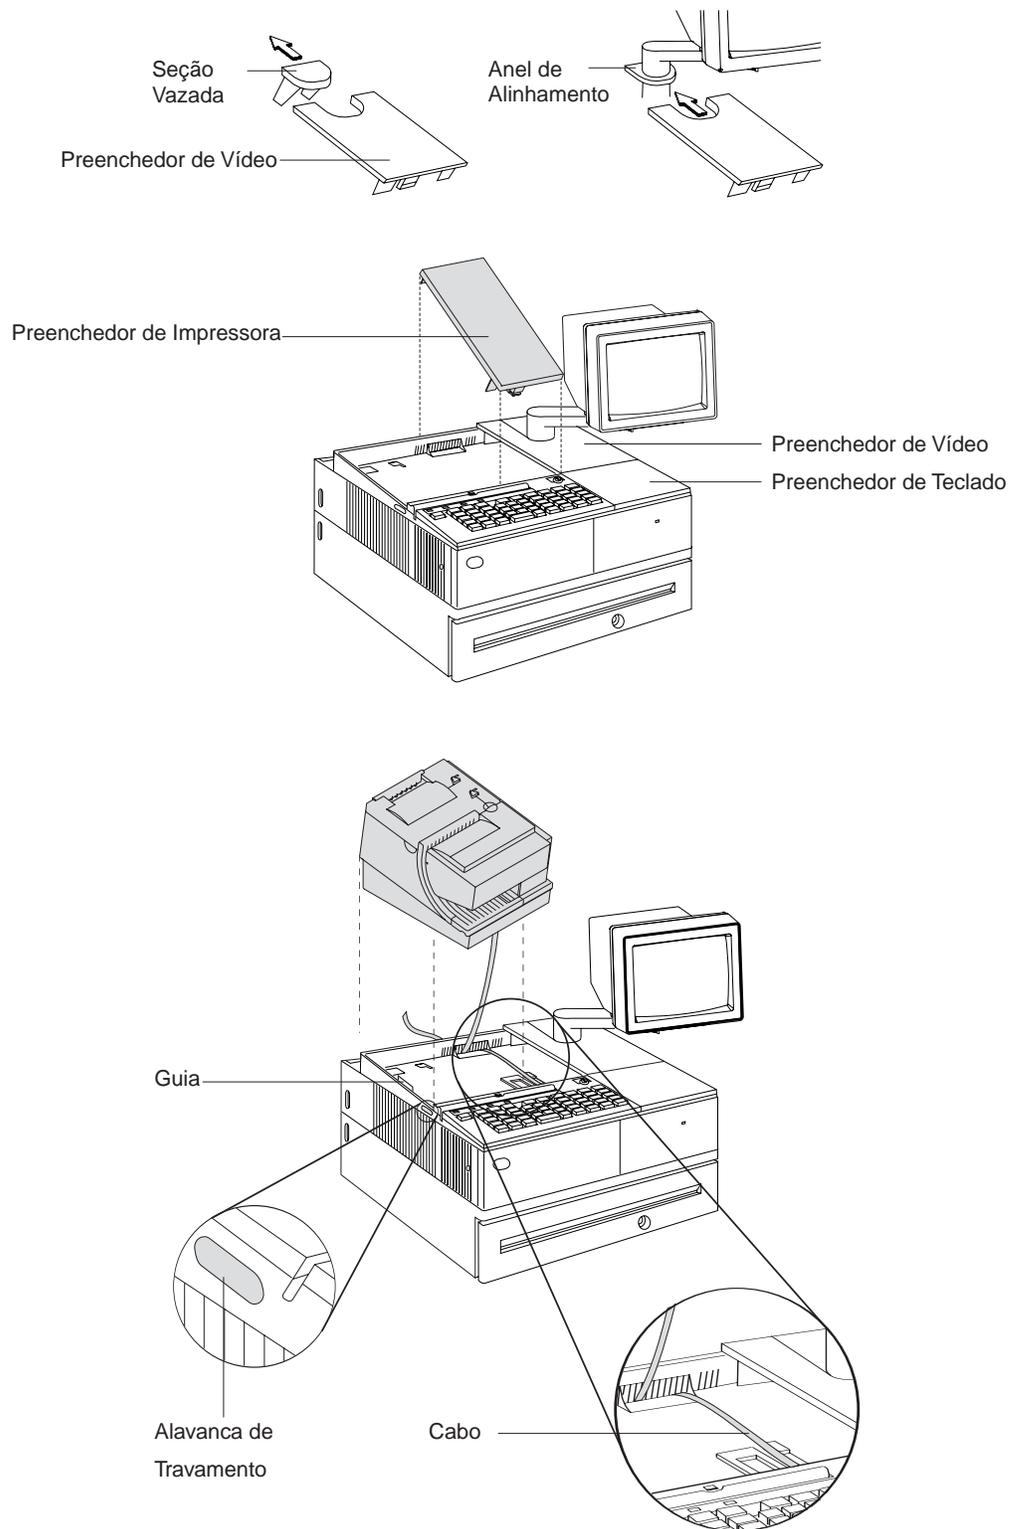

Figura 15. Instalando os Painéis de Preenchimento
Para instalar preenchedores, consulte Figura 15 na página 21 e siga as instruções que são pertinentes à sua instalação:
3. Se você tiver um teclado pequeno, coloque o painel de preenchimento do teclado ao lado do teclado. Consulte a Figura 15 na página 21.
4. Coloque o painel de preenchimento da impressora ao lado do painel de preenchimento do monitor. *Certifique-se de passar o cabo da impressora pela lateral, conforme mostrado na Figura 15 na página 21.*